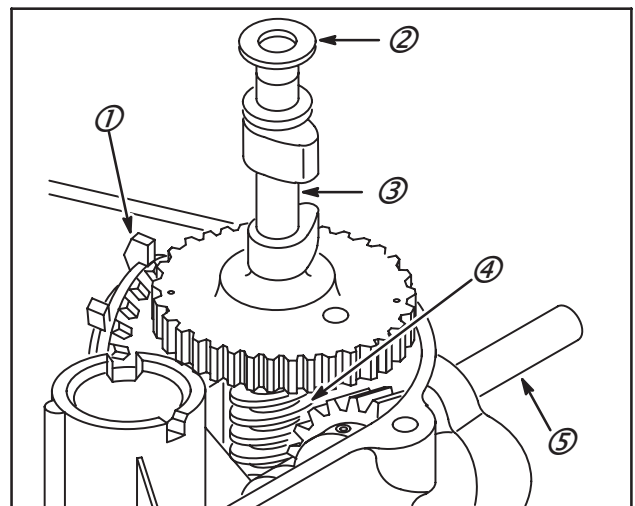

Fig. 49
Cette prise de force auxiliaire (5) est perpendiculaire au vilebrequin. Elle tourne 8-1/2 fois moins vite que le vilebrequin. Sur ces Modèles, l'arbre à cames (3), la vis sans fin (4) et la turbine de graissage (1) sont fournis en bloc et ne sont pas disponibles séparément en tant que pièces de rechange, Fig. 49.